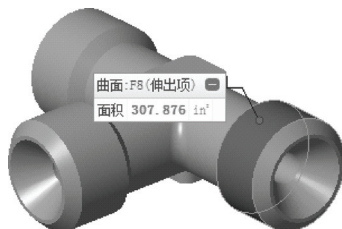

图 12-14 测量模型面积
STEP 04 此时, 在绘图区中显示该曲面的面积, 如图 12-14 所示。